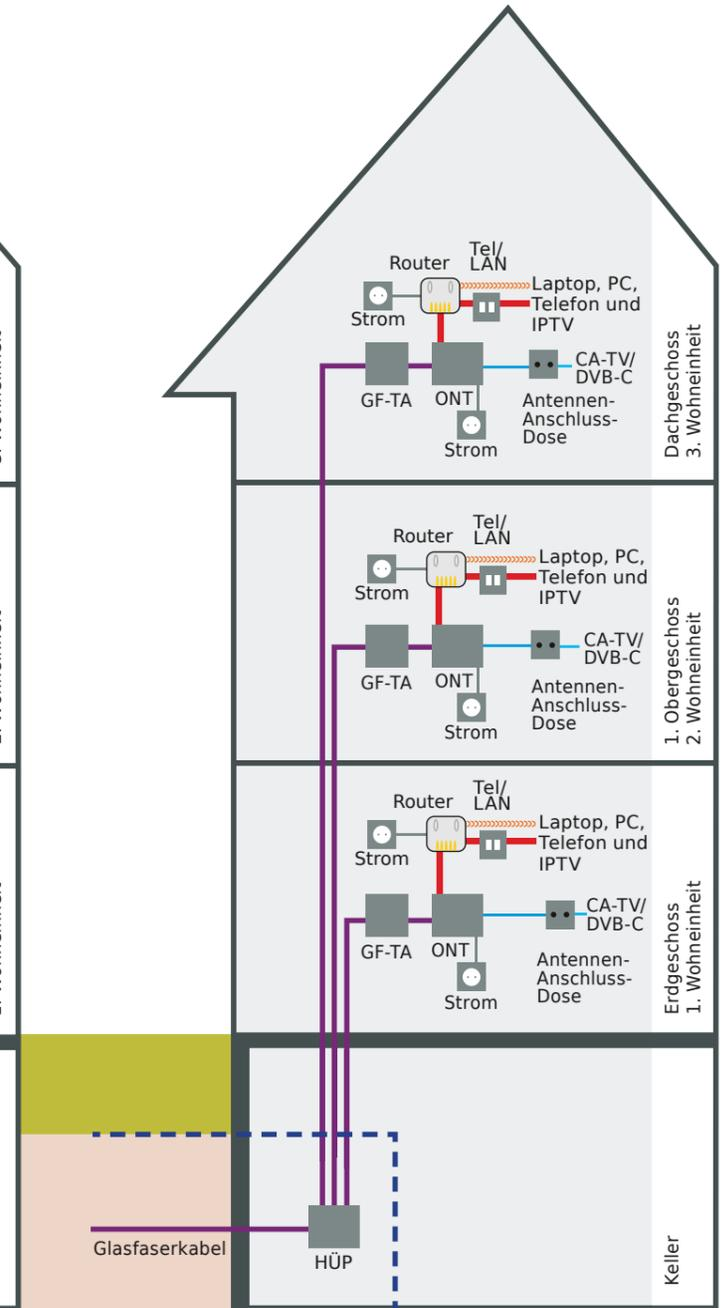

Abbildung 3: Mehrfamilienhaus mit separater TV-Verkabelung je Wohneinheit
- sternförmige Koaxialverkabelung je Wohneinheit (siehe Abbildung 3)